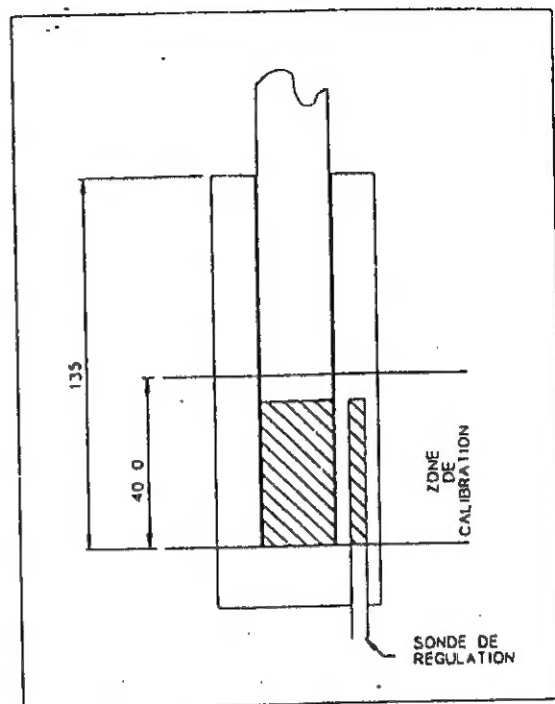
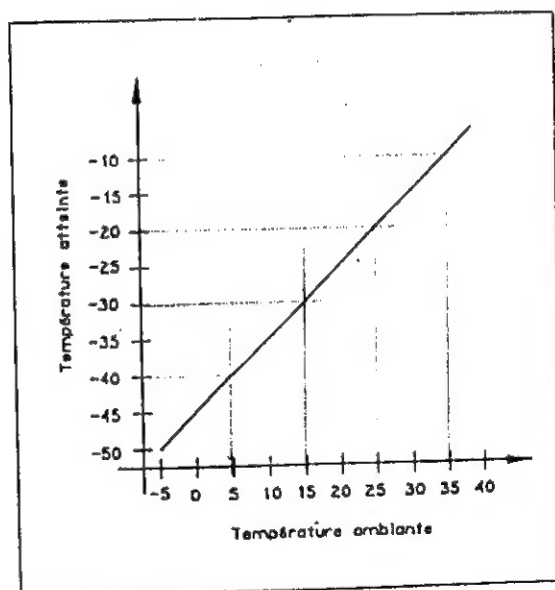
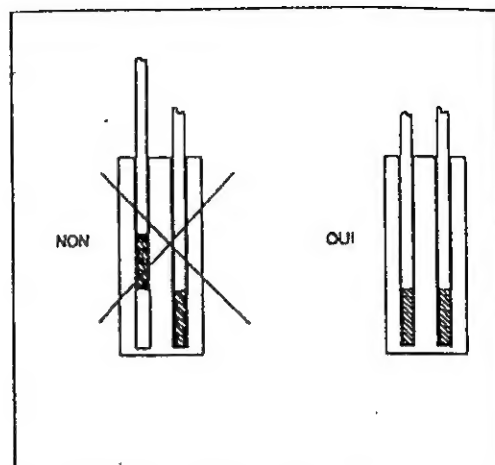
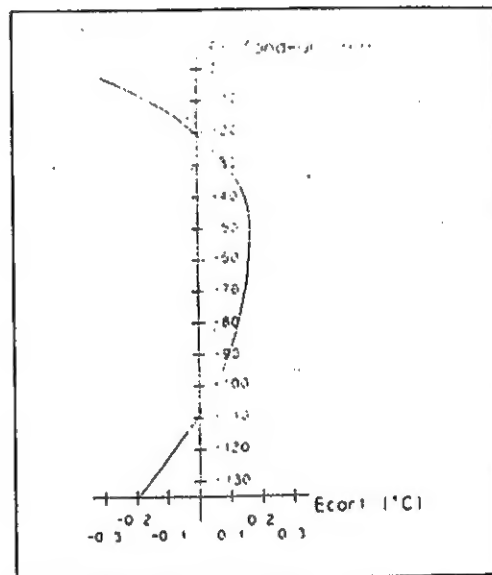

Fig. 2 - Zone de Calibration
Fig. 3 - Relation entre refroidissement et  $T^{\circ}$  ambiante
Fig. 4 - Position correcte des sonde
Fig. 5 - Variation de l'uniformité verticale
- Positionner correctement la sonde en mettant en correspondance les deux éléments sensibles : celui de la sonde à contrôler et celui de la sonde interne de référence située dans le bloc suivant fig. 2.
- Actionner l'interrupteur principal (2) et attendre la fin de la procédure d'auto-test
- Si nécessaire appuyer sur la touche de fonction (F) successivement pour accéder au réglage de la consigne (SP).
- Valider cette nouvelle valeur par la touche (E).
- En refroidissement, la température atteinte est fonction de la température ambiante suivant la fig. 3.
- Positionner correctement les deux sondes en mettant en correspondance les deux éléments sensibles (fig. 4). Les erreurs dues à la variation de l'uniformité verticale sont indiquées sur la fig. 5.
- Actionner l'interrupteur principal (2) et attendre la fin de la procédure d'autotest et sur la touche (E).
- Appuyer sur la touche (F) pour régler la valeur de consigne comme indiquée précédemment, et modifier cette valeur à l'aide des touches ( $\Delta$ ) montée ou ( $\nabla$ ) descente puis valider avec la touche (E).
- En refroidissement, la température atteinte est fonction de la température ambiante suivant la fig. 3